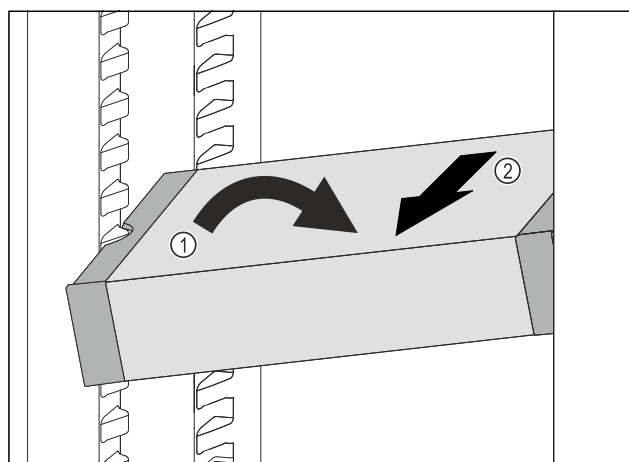

Fig. 177
- Predal VarioSafe postavite v hladilniku postrani. Fig. 177 (1)
- Predal VarioSafe izvlecite v smeri naprej. Fig. 177 (2)